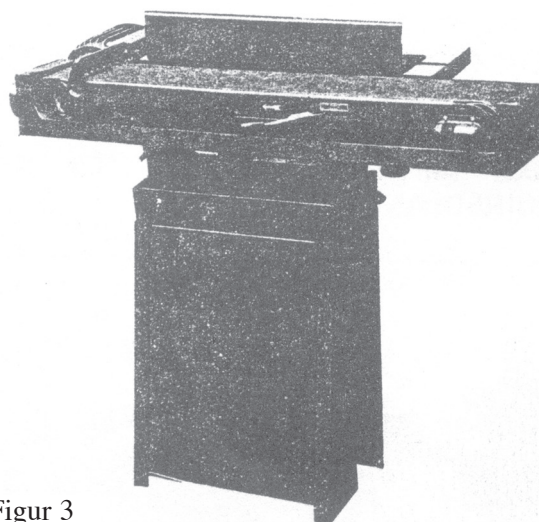

Figur 1 - Sandpapirs udskiftning.
1. Montering af stativet: Klem fast del (A) og del (B) med sekskantsmøtrikken, underlagsskiven, fjederskiven og skruen. se Figur 1.